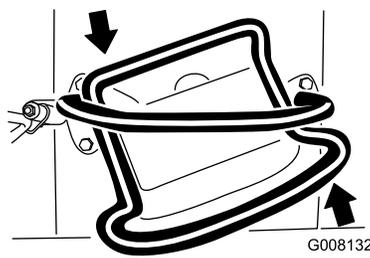

Рисунок 11
- Для того, чтобы повернуть налево, поверните ручку управления тягой против часовой стрелки (Рисунок 11).